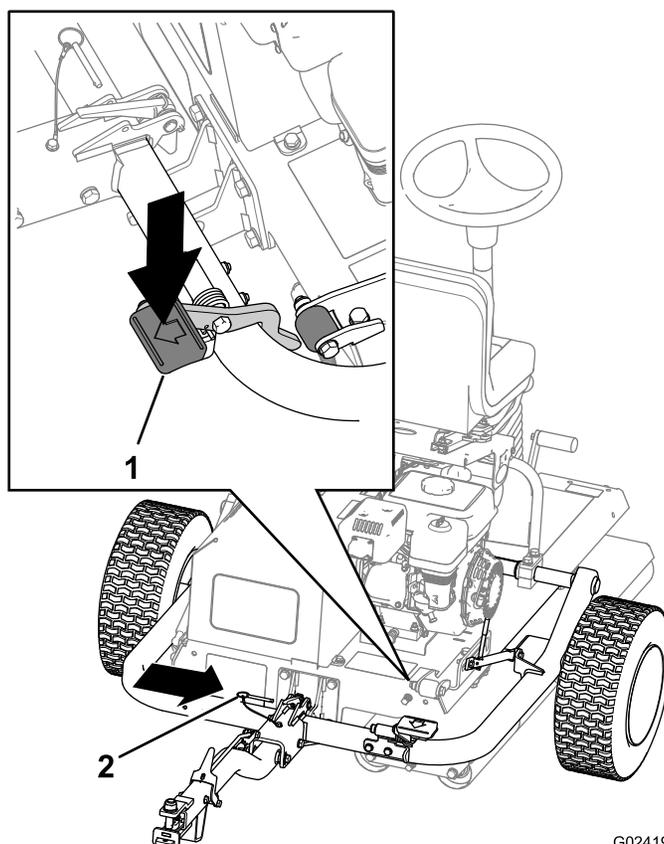

Figura 7
5. Pise el pedal de cierre de la barra de tracción hasta que la barra de tracción se bloquee en su sitio (Figura 7).
6. Introduzca el pasador de bloqueo (Figura 7).